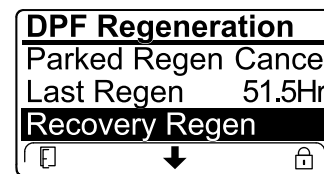

Figura 57
- Si el ordenador del motor no ha solicitado una regeneración de recuperación y se desplaza hasta la opción RECOVERY REGEN (Regeneración de recuperación), la regeneración de recuperación se bloquea y aparece el icono del candado (Figura 57) en la esquina inferior derecha del InfoCenter.